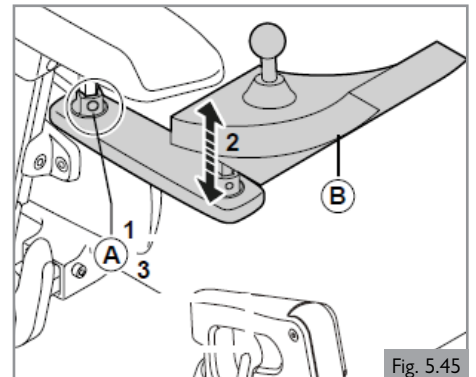
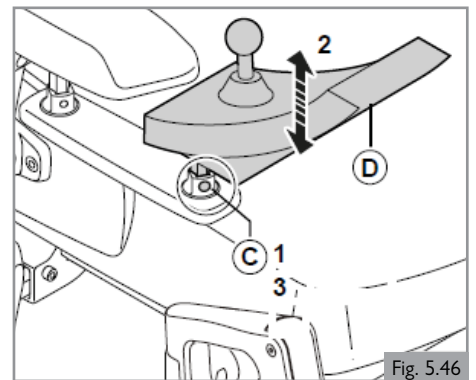

Fig. 5.45
Fig. 5.46
1. Desserrez (A) d'un tour.
2. Ajustez (B) à la position désirée.
3. Resserrez (A). Les couples de serrage sont indiqués à la section 9.
Hauteur du boîtier de commande (1) (Fig. 5.45)
Hauteur du boîtier de commande (2) (Fig. 5.46)
1. Desserrez (C) d'un tour.
2. Réglez (D) à la position désirée.
3. Resserrez (C). Les couples de serrage sont indiqués à la section 9.